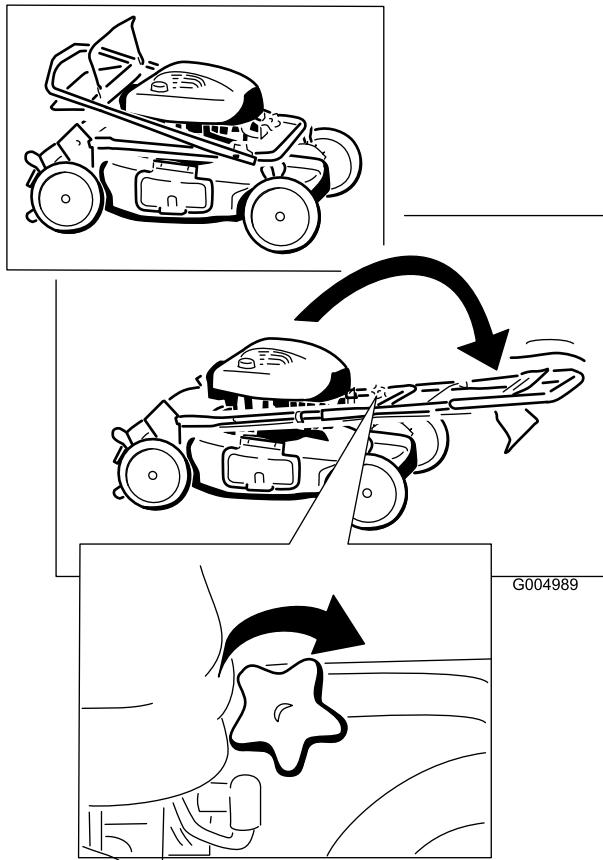

Figure 3
1. Dépliez la moitié supérieure du guidon vers l'avant jusqu'à ce que les deux moitiés soient dans le prolongement l'une de l'autre et s'emmangent ensemble correctement, et serrez les boutons du guidon (Figure 3).